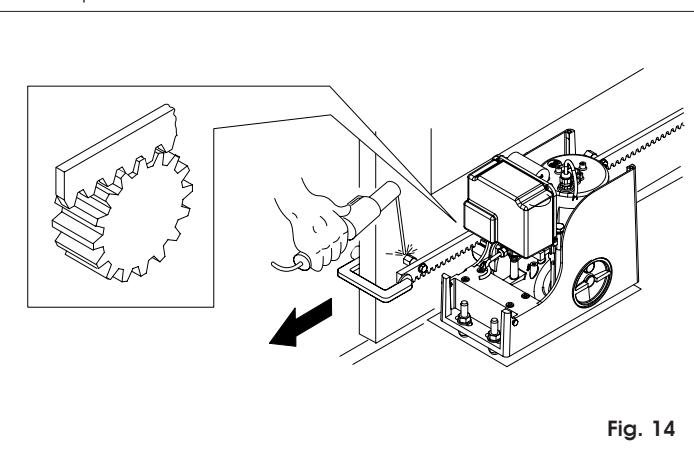

Fig. 14
- 3) Apoye sobre el piñón la primera pieza de cremallera a nivel y suelde el trinque roscado en la cancela como se indica en la Fig.14.